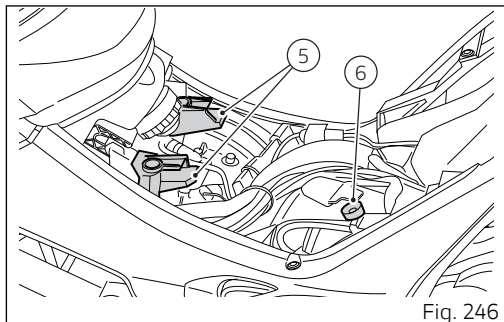

Fig. 246
Positionner la partie avant de la selle pilote (4), dotée des crans (7), dans les guides (5, Fig. 246) et insérer le pivot (6, Fig. 246) dans le logement (8).
S'assurer que le pivot (6, Fig. 246) est dans le logement (8).